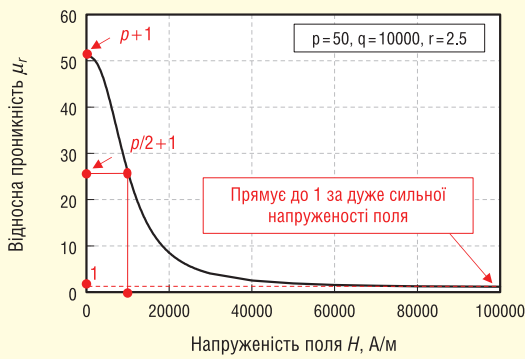
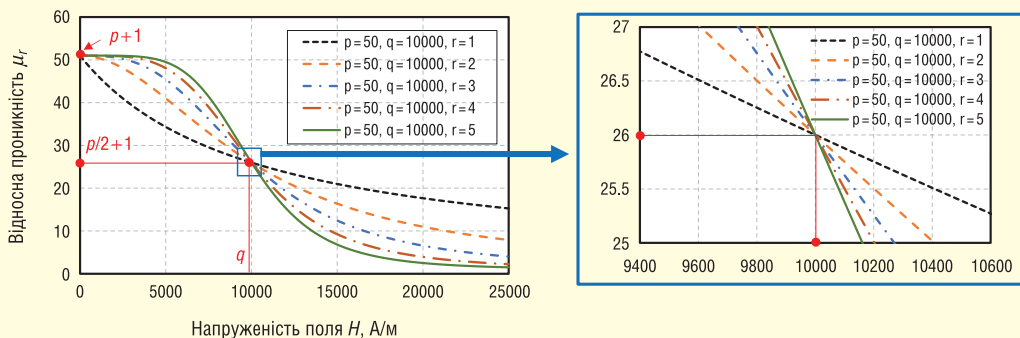

Рис. 41. Залежність μ_r від напруженості поля під час насичення осердя [194]
Рис. 42. Зміна відносної проникності μ_r в залежності від коефіцієнта r [194]
Перший елемент у правій частині (13) відповідає магнітній проникності осердя за повного його насичення. Отже, за нескінченного збільшення напруженості поля значення $p + 1$ буде наближатися до 1 (рис. 41). Коефіцієнт r характеризує негативний кут нахилу кривої відносної проникності на ділянці поблизу значення напруженості поля, що дорівнює q . Чим більше значення r , тим крутіший нахил графіка (рис. 42). Отже, взаємозв'язок між p , r , q може бути описаний таким чином [194]: